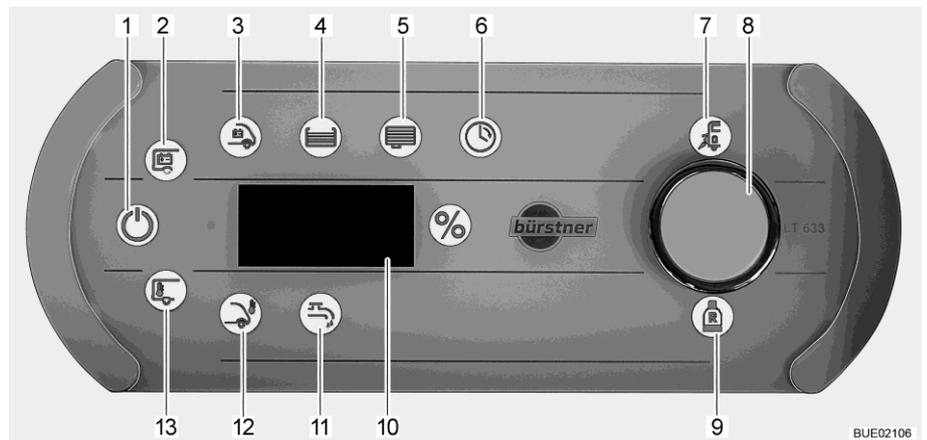

Bild 189 Panel LT 633
Das Symbol Netzkontrolle (Bild 189,7) leuchtet, wenn das Fahrzeug mit 230-V-Netzspannung versorgt wird. Die Batterien werden geladen.
Einschalten: ■ Den Drehtaster (Bild 189,8) kurz drücken. Das Symbol 12 V EIN (Bild 189,1) leuchtet. Wenn die Symbole 12 V EIN und Wohnraumbatterie (Bild 189,2) dreimal blinken, ist die Spannungsversorgung stillgelegt.
Stilllegung aufheben: ■ Den Drehtaster (Bild 189,8) drücken und ca. 5 Sekunden lang gedrückt halten. Das Symbol Wohnraumbatterie (Bild 189,2) blinkt und auf der Anzeige (Bild 189,10) wird "On" angezeigt.
■ Den Drehtaster loslassen. Das Symbol 12 V EIN (Bild 189,1) leuchtet. Die Spannungsversorgung ist eingeschaltet.
- Den Drehtaster drehen, bis das Symbol Wasserpumpe (Bild 189,11) leuchtet. Auf der Anzeige wird der momentane Schaltzustand ("On" oder "OFF") dargestellt.
- Den Drehtaster drücken. Der Schaltzustand wechselt von "On" nach "OFF" bzw. von "OFF" nach "On": Die Versorgung der Wasserpumpe ist eingeschaltet bzw. ausgeschaltet. Wenn die Wasserpumpe eingeschaltet ist, leuchtet das Symbol Wasserpumpe (Bild 189,11).
- Den Drehtaster drehen, bis das Symbol Wohnraumbatterie (Bild 189,2) leuchtet. Die Batteriespannung der Wohnraumbatterie wird auf der Anzeige ca. 20 Sekunden lang angezeigt (z. B. "13,8U" für 13,8 Volt).
- Den Drehtaster drehen, bis das Symbol Starterbatterie (Bild 189,3) leuchtet. Die Batteriespannung der Starterbatterie wird auf der Anzeige ca. 20 Sekunden lang angezeigt.
- Den Drehtaster drehen, bis das Symbol Wassertank (Bild 189,4) leuchtet. Das Symbol "%" leuchtet. Der Füllstand des Wassertanks wird auf der Anzeige ca. 20 Sekunden lang angezeigt.
- Den Drehtaster drehen, bis das Symbol Abwassertank (Bild 189,5) leuchtet. Das Symbol "%" leuchtet. Der Füllstand des Abwassertanks wird auf der Anzeige ca. 20 Sekunden lang angezeigt.
Gasreserve Das Symbol Reserve-Gasflasche (Bild 189,9) leuchtet, wenn die Reserve-Gasflasche verwendet wird.
Innen- und Außentemperatur anzeigen: ■ Den Drehtaster drehen, bis das Symbol Innentemperatur (Bild 189,13) oder Außentemperatur (Bild 189,12) leuchtet. Auf der Anzeige wird die angewählte Temperatur angezeigt.
Uhr stellen: ■ Den Drehtaster drehen, bis das Symbol Uhr (Bild 189,6) leuchtet.